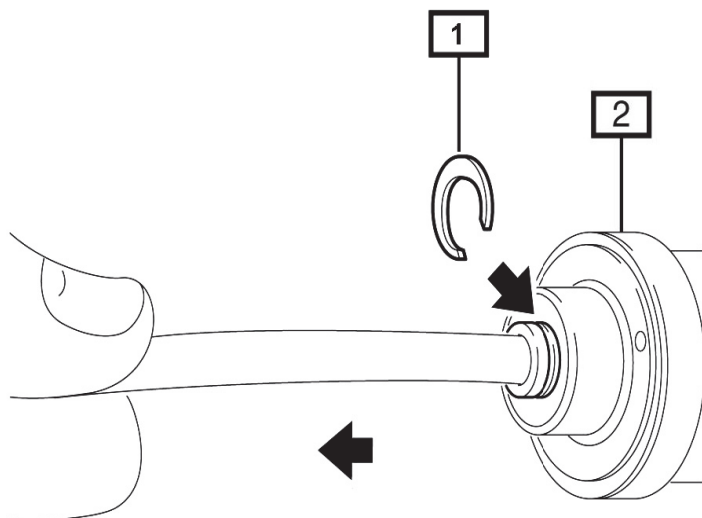

Fig. 7:
- **Fig. 7** Sicherungsring (1) am Rohranschluss des PDC Proportionalventil (2) montieren.
- **Fig. 7** Place the lock ring (1) on the pipe connection for the PDC proportional valve (2).
- **Fig. 7** Monter le circlip (1) sur le raccordement tubulaire de la soupape proportionnelle PDC (2).
- **Fig. 7** Montar la anilla de seguridad (1) al conector de tubos de la válvula proporcional PDC (2).